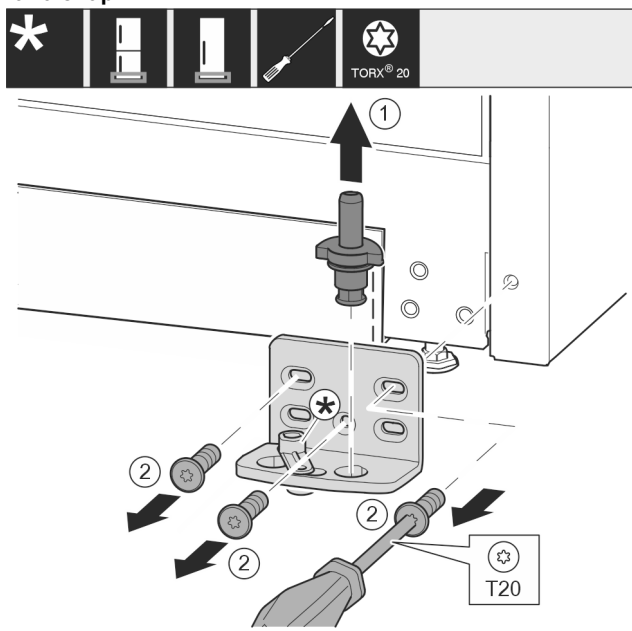

Fig. 15
- ▶ Ta ut hela lagerbulten genom att dra den uppåt. Fig. 15 (1)
- ▶ Skruva ut skruvarna med en skruvmejsel T20 och ta av lagerbocken. Fig. 15 (2)